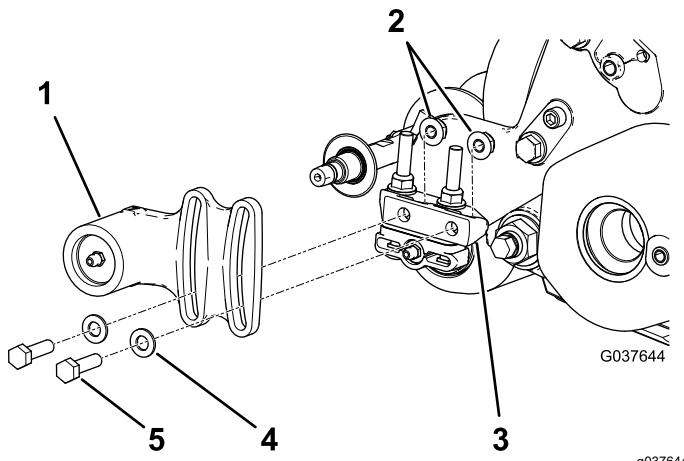
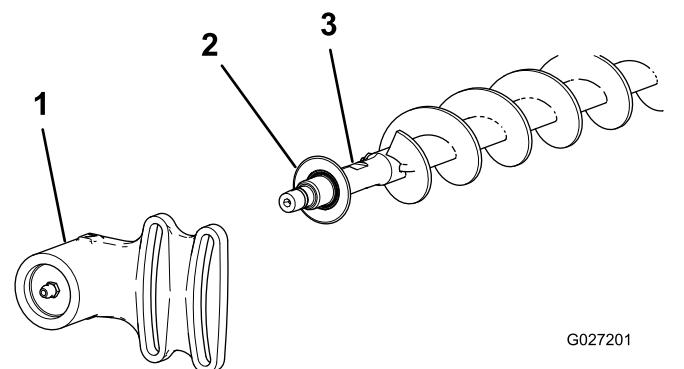

Figura 20
Figura 21
- Si hay un cepillo del rodillo instalado en la unidad de corte, retire los 2 pernos, arandelas y tuercas que sujetan el alojamiento del cojinete sin motor al soporte de montaje del alojamiento del cojinete (Figura 20 y Figura 21).
- Retire el alojamiento del cojinete sin motor, y el retén, del eje del cepillo (Figura 21).
9. Instale el retén y el alojamiento del cojinete del lado sin transmisión sobre el eje del cepillo (Figura 21).